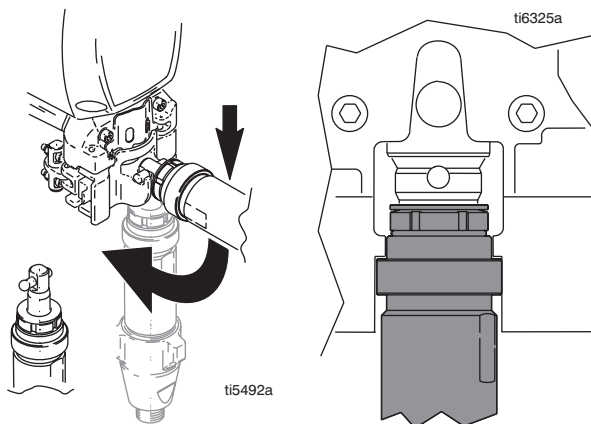

FIG. 24
1. FIG. 24. Tilpas stempelstangen med stifteholderen for at trække stempelstangen ud. Bank stempelstangen mod en hård overflade for at skubbe den ind.